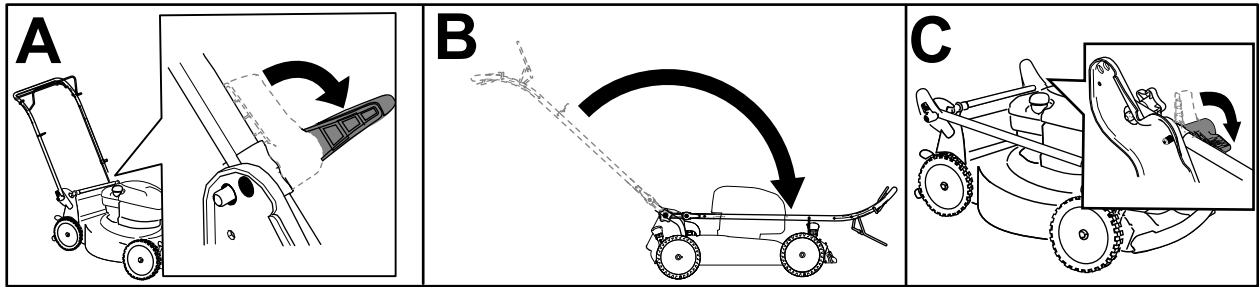

Bild 16
2. Lösen Sie die Holmarretierungen, bis Sie den oberen Holm ungehindert bewegen können (A in Bild 16).
3. Klappen Sie den Holm nach vorne und rasten Sie die Holmarretierungen ein (B und C in Bild 16).